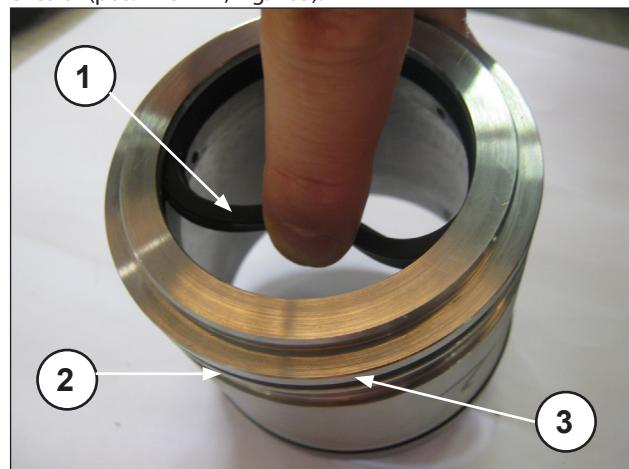

Fig. 165
Insira a junta de baixa pressão no suporte das fitas isolantes (pos. ①, Fig. 165) prestando atenção no sentido de montagem que prevê as bordas de estanqueidade para frente (para o cabeçote), o anel circular e o anel anti-extrusão com o anel circular (pos. ② e ③, Fig. 165).